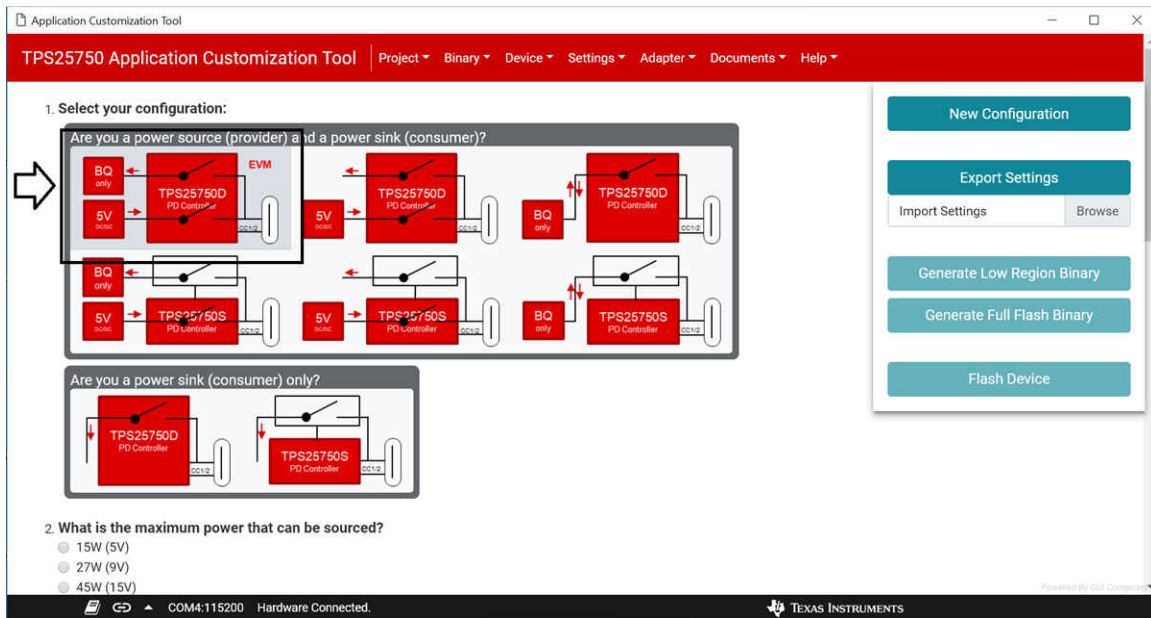

图 3-3. 确保选择了用黑色框标出的选项
- 第二个问题应该也已经填写完成。确保选择了 **100W (20V)**。请参见图 3-3。
- 第三个问题应该也已经填写完成。确保选择了 **100W (20V)**。请参见图 3-3。
- 第四个问题应该也已经填写完成。确保选择了 **Host & Device - Dual Role Port (DRP)**。请参见图 3-3。
- 选择 **Power source (provider)** 作为第五个问题的答案。请参见图 3-3。